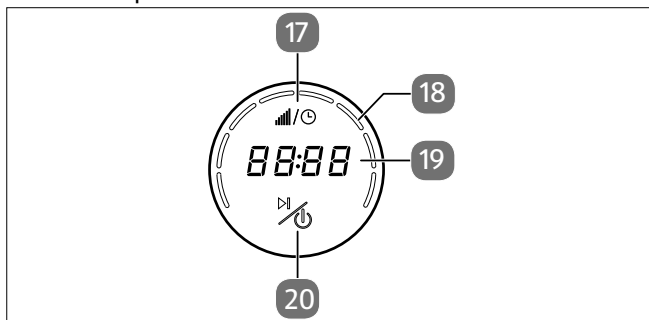

Fig. 4 – Elementos de mando/panel de visualización
3. Regulador de velocidad (giro)/elementos de mando/panel de visualización (véase Fig. 4)